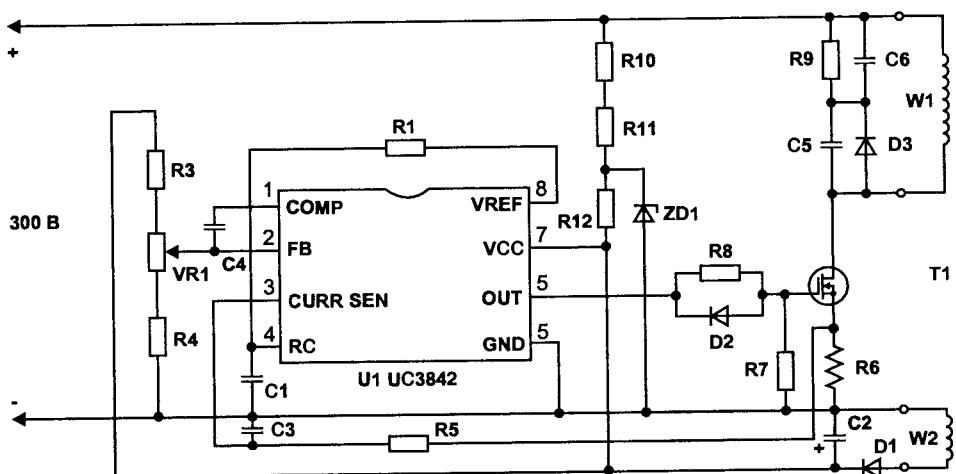

Рис. 7. ИП с полевыми транзисторами
Описанные выше схемы иллюстрируют простейшие ИП для ВМ выпуска 80-х годов, однако, они достаточно часто встречаются и сегодня. Наряду с ними в последнее время все чаще применяются схемы с использованием специализированных микросхем, таких как TDA4600, AN5900, UC3842 и большой серии микросхем STK, часто включающих в себя и ключевой транзистор. Наибольшее распространение из указанных имеет микросхема UC3842, вероятно, из-за ее простоты и удобства применения. Она предназначена для управления полевым транзистором в качестве силового ключа, имеет внутренний источник опорного напряжения, встроенный генератор ШИМ и обеспечивает защиту по току ключевого транзистора. Назначение выводов микросхемы UC3842 представлено в табл. 3, а ее свойства будут рассмотрены ниже в ходе описания работы базовой схемы включения, показанной на рис. 7.
Отличие схемы на рис. 7 от ИП с транзисторными схемами управления заключается в применении полевого транзистора в качестве ключа. ИС U1 обеспечивает работу только п-канального МОП транзистора с изолированным затвором, так как управляющий сигнал на ее выводе 6 (OUT) имеет амплитуду, близкую к ее напряжению питания (Vcc) на выводе 7. При появлении на входе схемы напряжения в 300 В, на 7-й вывод ИС U1 через резисторы R10, R11 и R12 поступает напряжение, ограниченное стабилитроном ZD1 (около 30 В), и происходит включение внутренних схем в ИС. Внутренний генератор начинает вырабатывать импульсы с частотой, определяемой цепочкой R1, C1, подключенной к выводу 4 (RC). С вывода 6 микросхемы (OUT) импульсы через ограничительный резистор R8 поступают на затвор ключевого транзистора Q1, обеспечивая импульсный ток в первичной обмотке W1 силового трансформатора T1. Это, в свою очередь, приводит к появлению напряжения в обмотке W2 трансформатора, которое после выпрямления диодом D1 и сглаживания на емкости C2 поступает на вывод 7 ИС, обеспечивая ее работу в рабочем режиме. Следует отметить одно важное свойство данной ИС: она может включиться (стартовать) только при напряжении на выводе Vcc не менее 17 В, но может продолжать работать при напряжении более 12 В, при этом в рабочем состоянии ее потребление тока возрастает в несколько раз. Это обстоятельство позволяет дополнительно защитить ИП от коротких замыканий во вторичных цепях трансформатора T1, например, при выходе из строя одного из выпрямительных диодов, пробоя электролитических конденсаторов или при неисправности в одном из блоков ВМ. Происходит это таким образом. Для включения ИС, вследствие ее малого потребления тока, достаточно напряжения, получаемого от выпрямителя 300 В через резисторы R10, R11, R12. В рабочем режиме ток потребления ИС возрастает, но напряжение питания (обычно 13 — 15 В) поступает уже от выпрямителя напряжения с обмотки W2, который обеспечивает необходимый ток. В случае коротких замыканий на выходе ИП напряжения от обмотки W2 не хватает для работы ИС (менее 12 В) и она выключается до момента, когда электролитический конденсатор C2 зарядится через резисторы R10, R11, R12 до напряжения ее включения (более 17 В). Далее ИС опять включается и немедленно выключается. Интервал включения зависит от емкости конденсатора C2 и величины резисторов R10 — R12, и обычно он составляет величину от долей секунды до нескольких секунд, при этом слышны слабые щелчки от трансформатора ИП. Такой режим ИП в случае различных неисправностей обеспечивает совместно с быстродействующей защитой по току силового ключа через сигнал